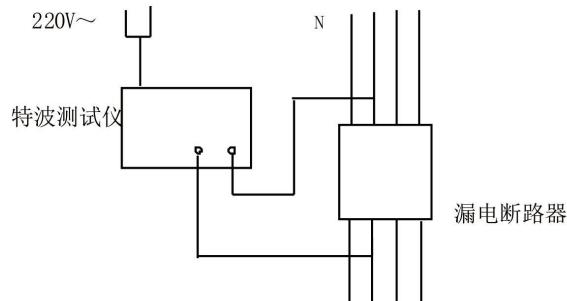

图 2 特波专用试验仪试验图
6. 1、如要验证该产品特波分离动作功能，可用我公司的特波专用试验仪器。接线如图 2 所示。
先按图 2 接好线，将漏电断路器的动作档位开关置于任意动作电流档，分断时间置于 $<0.5\text{s}$ 、 $<0.3\text{s}$  或  $<0.2\text{s}$  档，并闭合漏电断路器，这时只需按动特波专用试验仪器的试验按钮，漏电断路器即可动作，并显示特波动作，即“特波”指示灯闪亮。